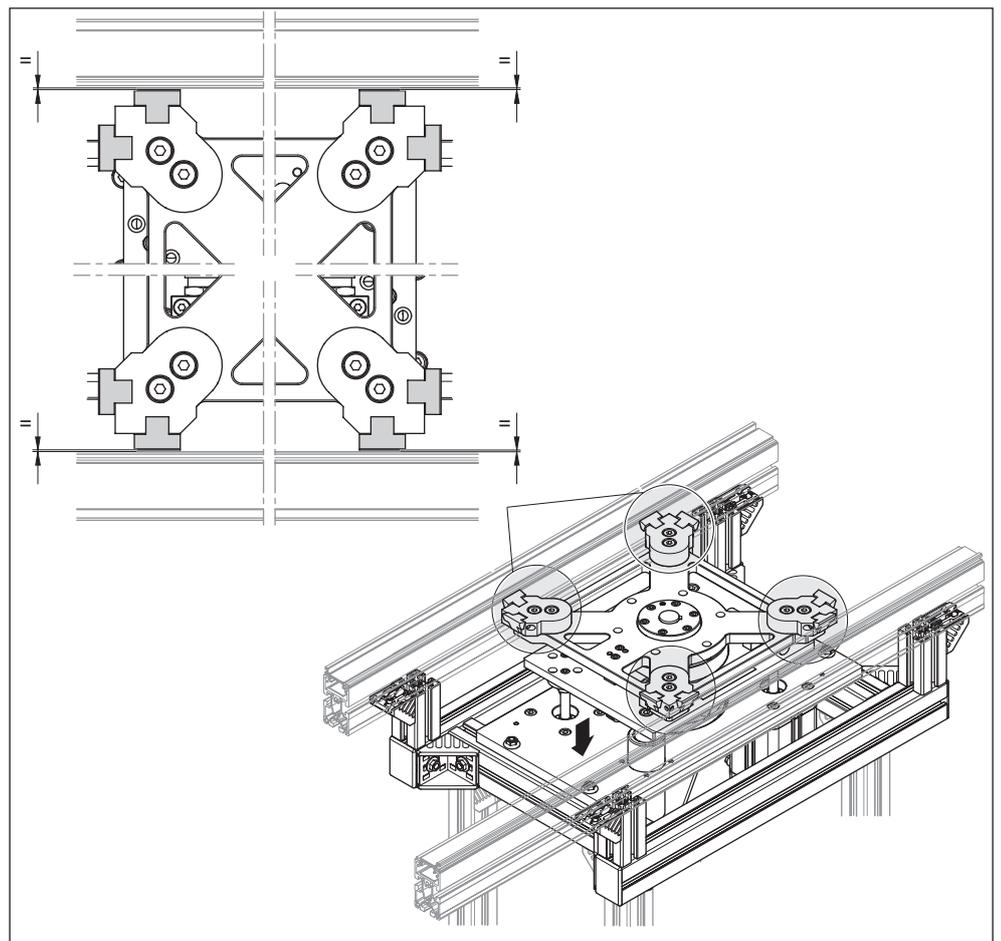

Fig. 22: Verifica e impostazione dell'angolo di rotazione (nell'esempio, grandezza 2 180° per WT 2, WT 2/F)
- Verificare nuovamente la corretta regolazione dell'unità di sollevamento e rotazione nel profilato tratto (vedere Fig. 8 a pagina 22 e Fig. 22 a pagina 39).